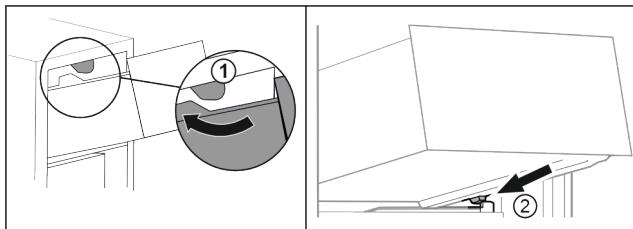

Fig. 89
- Schubfach um die oberen Stopper herumführen. Fig. 89 (1)
- Schubfach schräg hinter den unteren Stopfern auf Behälterrippe aufsetzen. Fig. 89 (2)